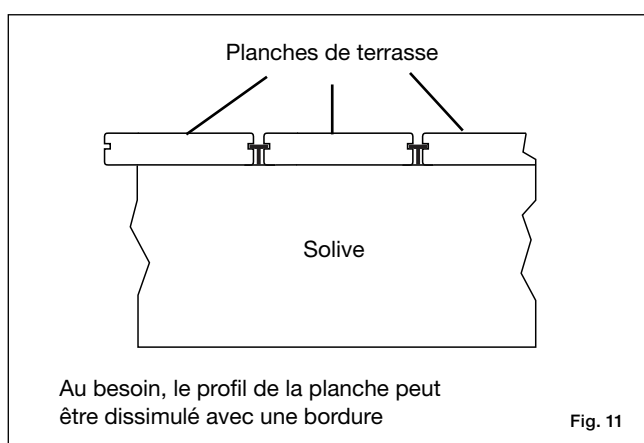

Fig. 11
Étape 2 Utilisez deux attaches par planche de terrasse sur chaque solive. Pour toute terrasse où deux planches se rejoignent bout-à-bout sur une solive, une cale supplémentaire doit être utilisée pour un support d'extrémité de planche approprié (Fig. 11). Prépercez toujours un avant-trou lorsque vous attachez tous les 3,8 cm (1-1/2 po) des extrémités de la planche, que vous utilisiez des vis de bois ou de composite. Ne resserrez pas trop les vis aux extrémités de la planche.